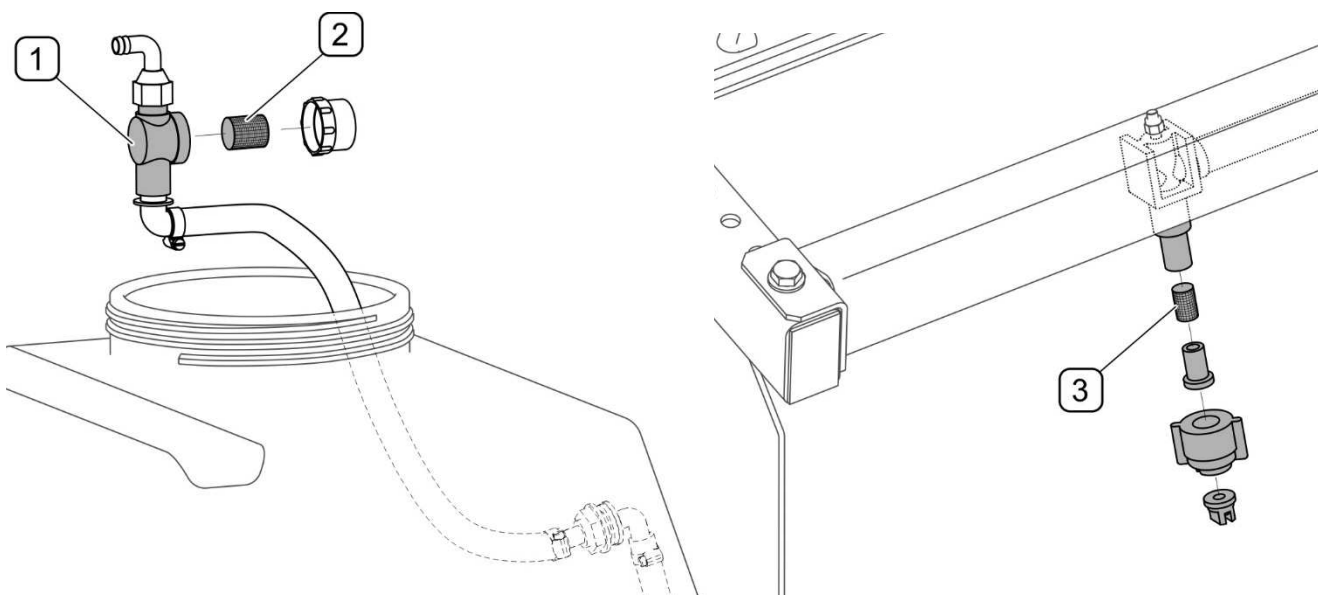

ABB. 5.10 Wasserfilter
Die Wartung der Sprühvorrichtung beruht auf der regelmäßigen Inspektion der Wasserinstallation und der Reinigung der (ABB. 5.10) Wasserfilter (2) und (3).